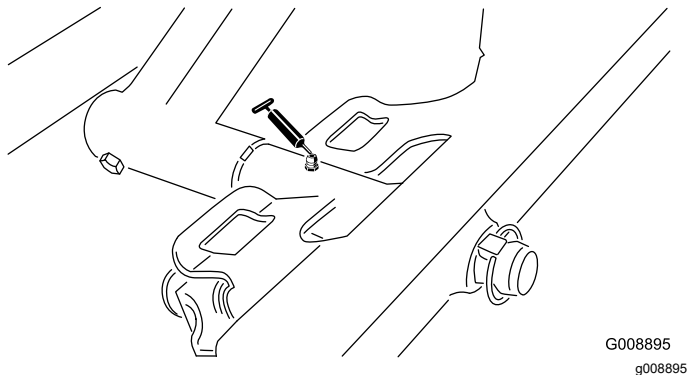

Figure 58
- Pivot d'unité de coupe avant (Figure 58)